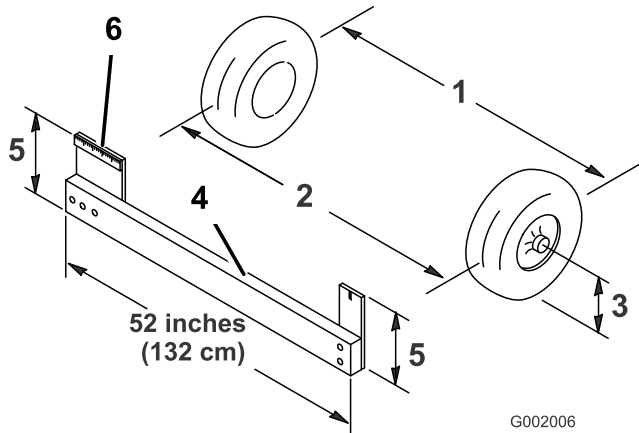

Figura 56
4. Meça a distância entre os pneus dianteiros à altura do eixo na zona dianteira e traseira dos pneus dianteiros (Figura 56). É preciso um objecto imóvel ou um medidor de alinhamento para a medição traseira dos pneus dianteiros à altura do eixo. Utilize o mesmo objecto ou medidor de alinhamento para obter uma medição precisa da dianteira dos pneus dianteiros à altura do eixo (Figura 56).